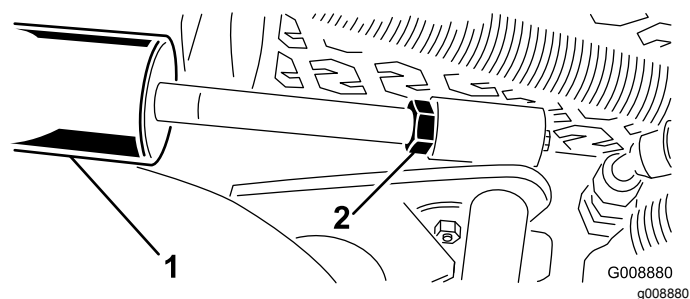

**Figura 28**
- 3. Avviate il motore, alzate i bracci di sollevamento e controllate per garantire che il gioco tra la fascia di usura sopra la barra antiusura dell'apparato di taglio posteriore e la fascia paracolpi sia compreso tra 0,51 e 2,54 mm come mostrato in Figura 28.